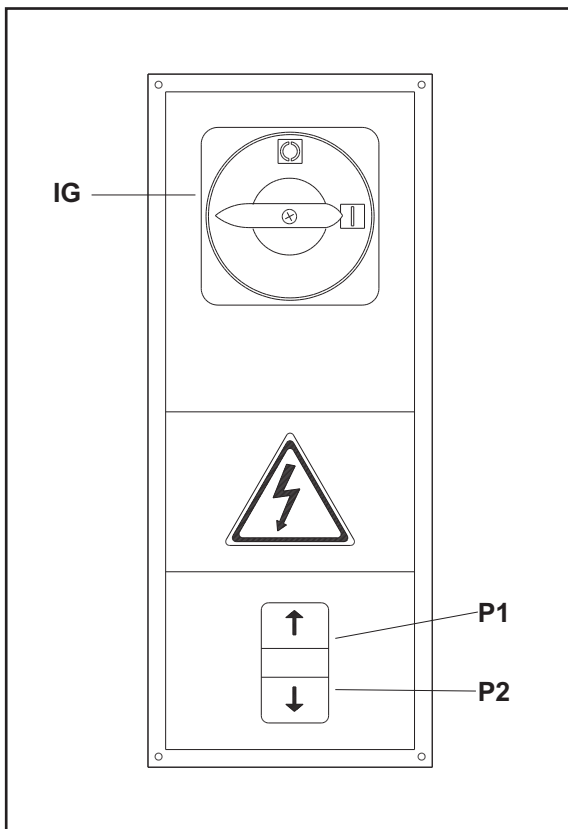

Fig.61 - Abb.61
- Chiudere il coperchio del quadro elettrico, ruotare l'interruttore generale (IG, Fig.61) in posizione 1, premere il pulsante di salita (rif.P1, Fig.61) e, in caso di discesa dei carrelli, invertire tra loro 2 fasi dell'alimentazione .
- Close the electric panel, set the master switch (ref "IG" in fig. 61) to position 1, then press the LIFT button (ref.P1 in Fig.61); if the carriages descend, invert 2 of the power lines .
- 3) Refermer la porte du coffret électrique, tourner l'interrupteur (IG, fig. 61) sur la position 1 et actionner le poussoir de montée (rep. P1, fig. 61). En cas de descente des chariots, inverser deux des fils de l'alimentation électrique.
- 3) Die Schalttafelabdeckung schliessen, den Hauptschalter (IG, Abb.61) auf 1 stellen, die Aufstiegstaste (Ref. P1, Abb. 61) drücken. Falls die beiden Schlitten absteigen sollten, sind die beiden Speisephasen umzukehren.
- 3) Cerrar la puertecita del cuadro eléctrico, poner el interruptor general (IG, Fig. 61) en laposición 1, pulsar el botón de subida (ref. P1, Fig. 61) y, en caso de que los carros bajasen, invertir las 2 fases de alimentación.
QUADRO COMANDI FIG.61
CONTROL BOX FIG.61
COFFRET DE COMMANDE FIG. 61
STEUERTAFEL ABB.61
CUADRO DE MANDOS FIG.61